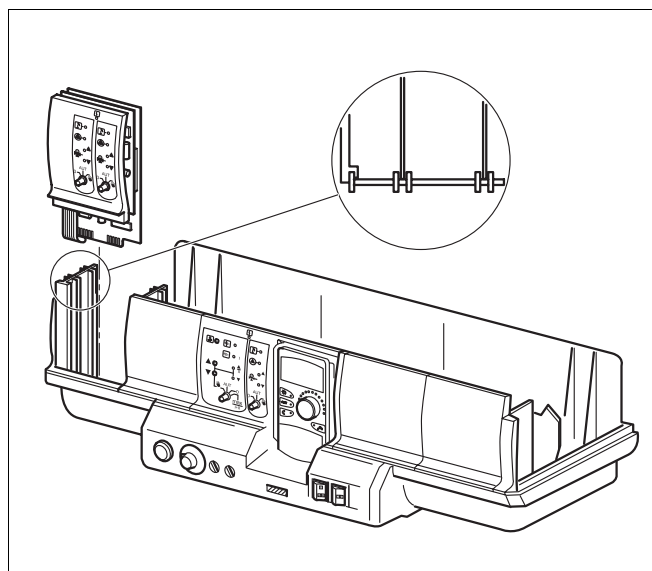

Abb. 4 Modul – Ein-/Ausbau
- Blindplatte an der gewünschten Position im Regelgerät entfernen (Abb. 4).
- Modul durch Drücken auf die Fühlerleiste in den freien Steckplatz von oben einschieben (Abb. 4) bis es merklich einrastet.